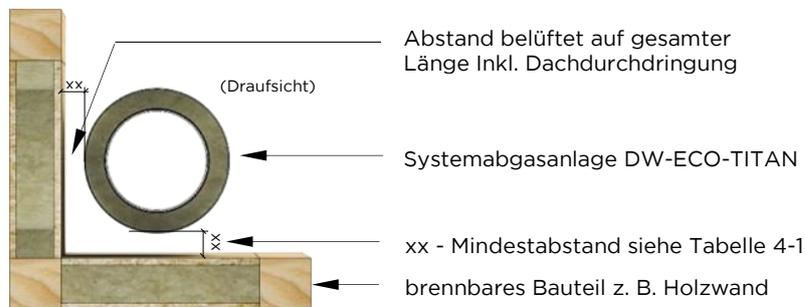

Bild 4-1: Einbau außerhalb von Schächten bis T600
**Achtung:** Der Abstand zu brennbaren Baustoffen bezieht sich auf einen hinterlüfteten Einbau auf gesamter Länge ohne zusätzliche Verkleidung (s. Bild 4-1)!